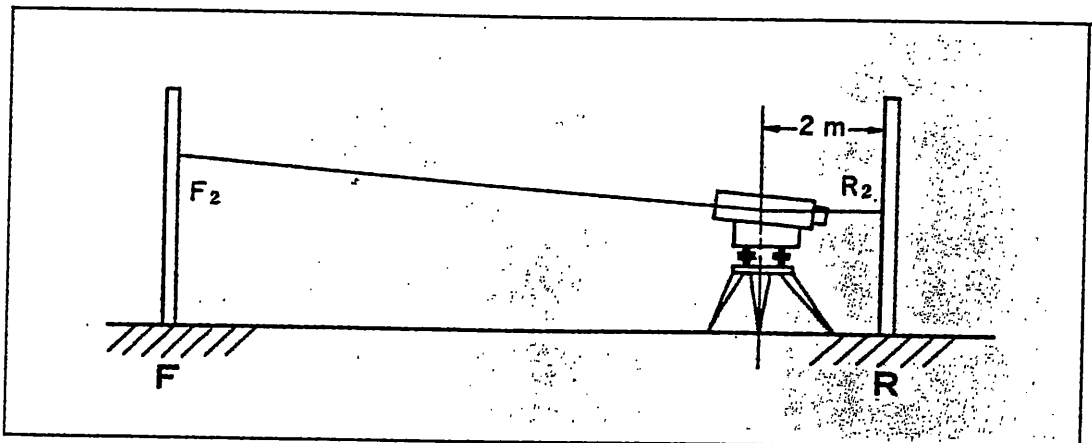

図13
- ③ 本機を移動し、一方の標尺から約2mの距離に整置し直し、前後の標尺の視準する点をそれぞれ読み取ります。この読みを $F_2$ および $R_2$ とします。(図13)